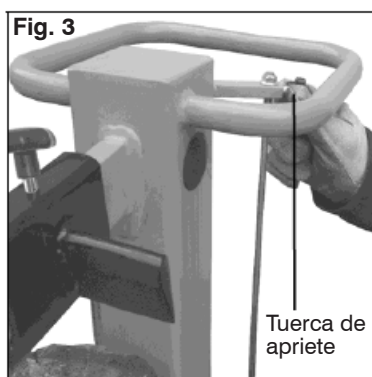

Fig. 3
5. Fije la distancia de la cuña apretando la tuerca de ajuste que se encuentra al lado de la biela de ajuste de desplazamiento (Fig.3).